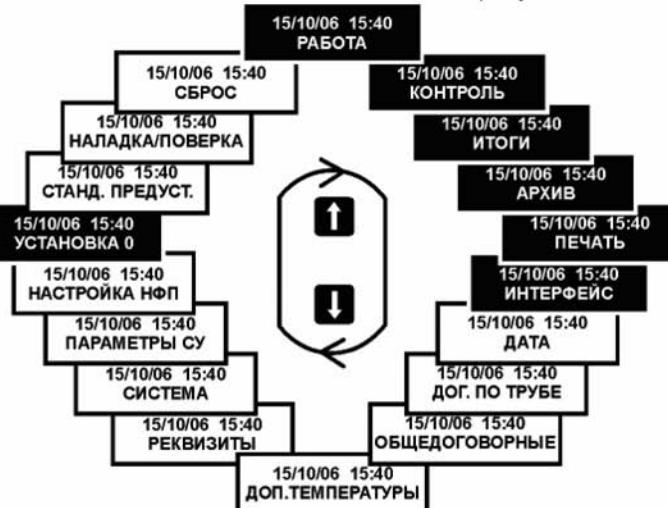

Рисунок 3 – Структура меню тепловычислителя ВКТ-5
- 1) **меню 1-го уровня** (рисунок 3) позволяет выбрать тип настроек параметров, подлежащих установке, или тип параметров теплопотребления, подлежащих рассмотрению;